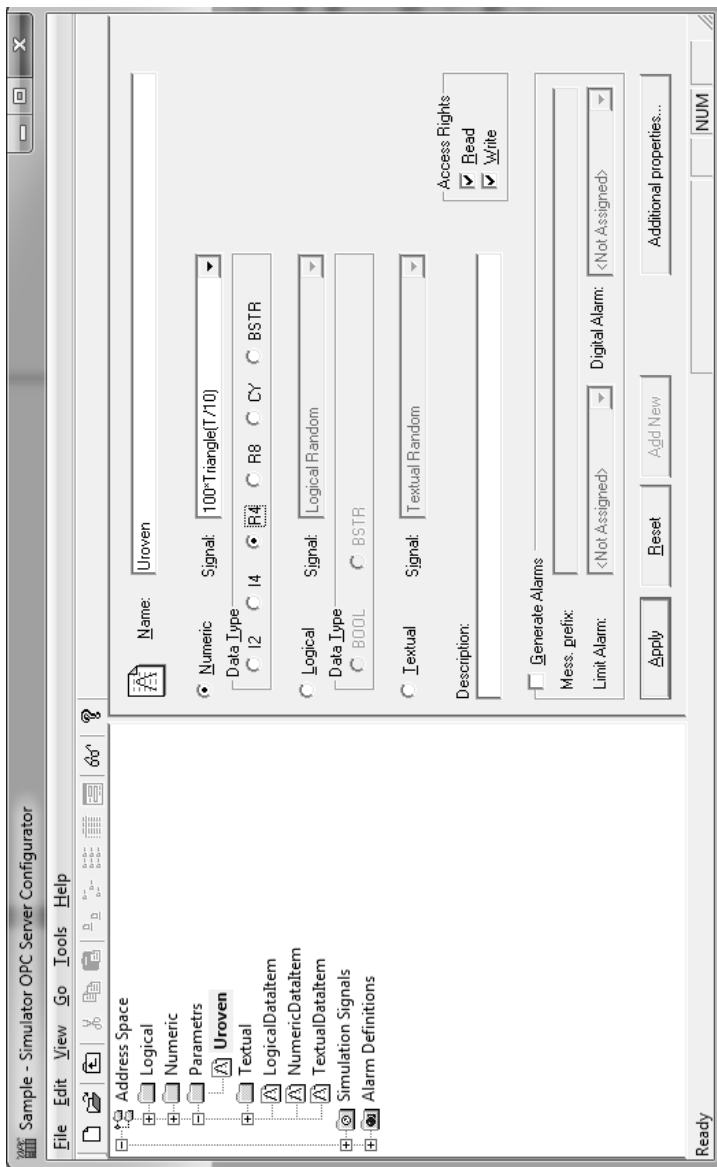

Рис. 2.13. Создание аналоговой переменной Uroven в конфигураторе OPC
3. В папке Parameters создадим новую аналоговую переменную Uroven, которая будет имитировать уровень в резервуаре. Для этого при отмеченной папке Parameters выбрать в меню **Edit** выбрать пункт **New...**, а далее – **Data Item**. В появившемся окне (рис. 2.13) в поле Name ввести имя переменной – Uroven, в поле Signal выбрать тип имитирующего сигнала, например, $100 * \text{Triangle}(T/10)$ (треугольная импульсы с амплитудой 100), а в поле Data Type выбрать тип R4 (число типа REAL 4 байта).